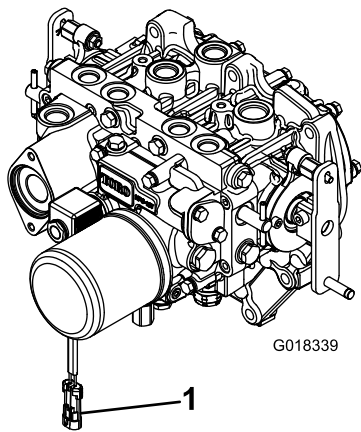

Bild 3
2. Schließen Sie den elektrischen Anschluss am Kabelbaum vom Magnetventilspulenanschluss der Zapfwelle ab, um ein versehentliches Einkuppeln der Zapfwellenkupplung zu vermeiden (Bild 3).
8. Wenn das andere Ende der Antriebswelle an der Getriebewelle des Anbaugeräts befestigt ist, schließen Sie den Kabelbaumanschluss am Magnetventilspulenanschluss der Zapfwelle an (Bild 3).